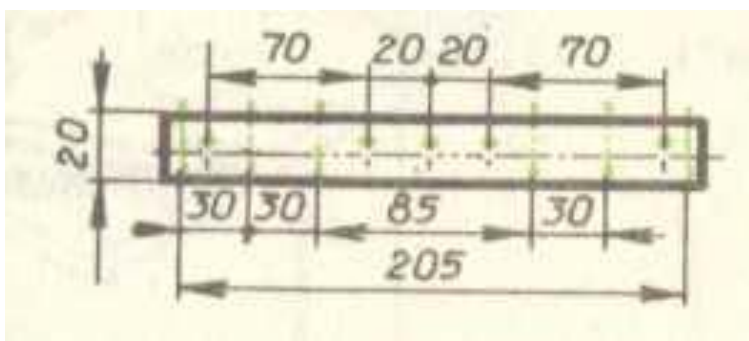

Рис. 1 Разметка заготовки под изделие
2. Разметку заготовки провести в соответствии с предложенным чертежом (рис. 1);